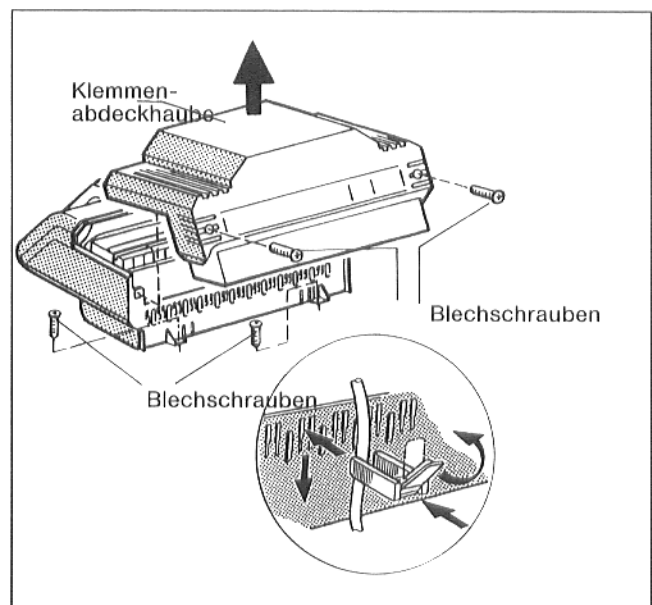

Abb. 18
- Die beiden Blechschrauben aus der Klemmenabdeckhaube herausdrehen und Haube abnehmen (Abb. 18).
- Sockel des Regelgerätes hinten rechts und links mit 2 Blechschrauben auf der vorderen Kesselhaube anschrauben (Abb. 18).
- Alle Leitungen mit Kabelschellen sichern: Kabelschelle mit eingelegter Leitung von oben in die Schlitz des Schellenrahmens einsetzen; der Steg des Hebels muß dabei nach oben zeigen. Kabelschelle herunterschieben und gegendrücken. Hebel nach oben umlegen (Abb. 18).